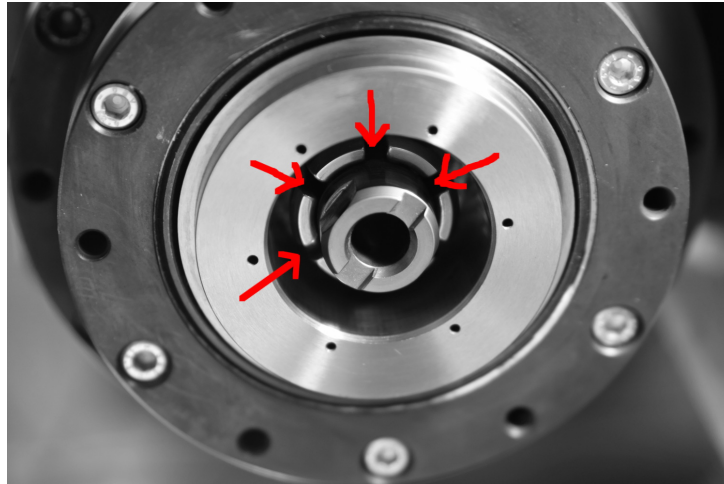

Abbildung 3: Schmierung der HSK-Aufnahme am Greifer (Pfeile)
- b) Den Greifer in der Mitte der HSK-Aufnahme damit schmieren. Das Moly-Spray (graue Flüssigkeit) dazu in die 6 Lücken zwischen den Segmenten des Greifers aufbringen (Abb. 3).